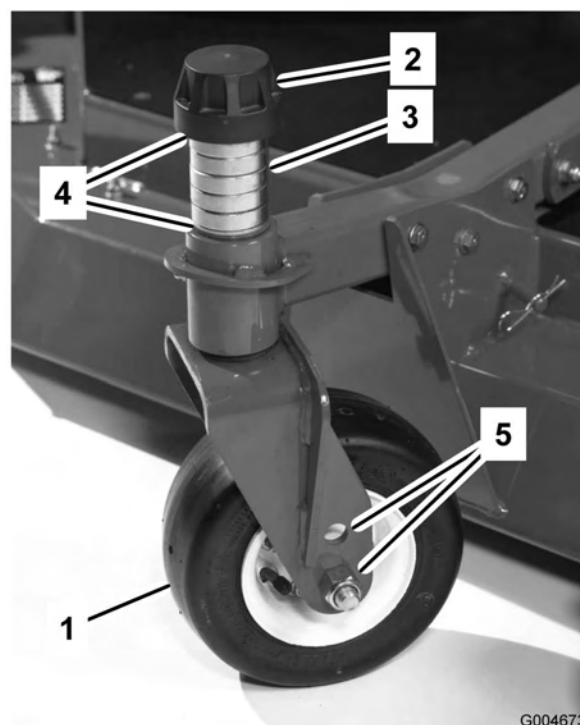

Figura 14
3. Retire el casquillo tensor del eje (Figura 14) y deslice el eje fuera del brazo de la rueda giratoria. Coloque los dos suplementos (3 mm) en el eje de la misma forma que en la instalación original. Estos suplementos son necesarios para obtener el mismo nivel en toda la anchura de las unidades de corte. Coloque el número adecuado de espaciadores de 13 mm (consulte la tabla siguiente) en el eje para conseguir la altura de corte deseada, luego coloque la arandela en el eje.